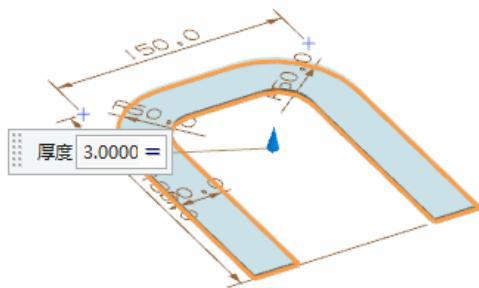

图 10-6 预览所创建的突出块特征
(4) 视图区预览显示如图 10-6 所示的钣金件。
(5) 在“突出块”对话框中,单击  按钮,创建突出块特征,如图 10-6 所示。